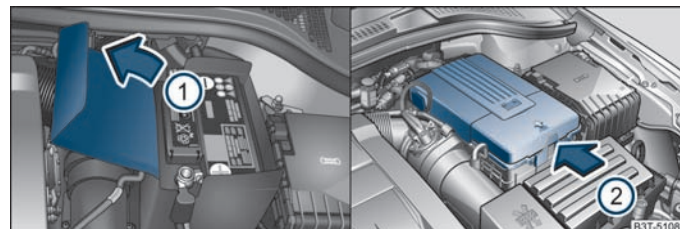

Abb. 189 Motorraum: Polyester-Abdeckung der Fahrzeugbatterie / Kunststoffabdeckung der Fahrzeugbatterie
Die Batterie befindet sich im Motorraum in einer Polyester-Abdeckung ⇒ Abb. 189 - links, bzw. in einer Kunststoffabdeckung ⇒ Abb. 189 rechts - oder im linken seitlichen Fach des Gepäckraums ⇒ Abb. 118.
- Öffnen Sie die Batterieabdeckung in Pfeilrichtung ① bzw. drücken Sie die Verastung an der Seite der Batterieabdeckung in Pfeilrichtung ② ⇒ Abb. 189, klappen Sie die Abdeckung nach oben und entnehmen Sie diese.
Der Rand der Polyester-Batterieabdeckung ⇒ Abb. 189 - links wird bei Arbeiten an der Batterie zwischen Batterie und Seitenwand der Batterieabdeckung eingesteckt.